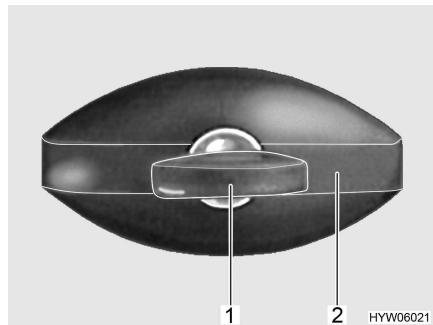

Fig. 19 Serratura dello sportello (ellittico, chiuso)
- Inserire la chiave nel cilindro della serratura (Fig. 19,1) e ruotare in senso antiorario di un quarto di giro. La maniglia della serratura (Fig. 19,2) scatta all'infuori.